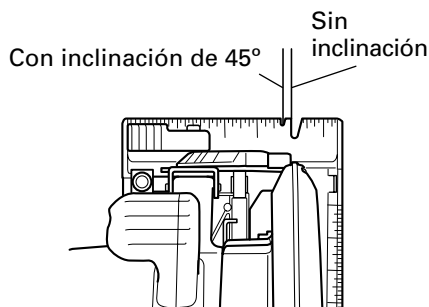

Fig. 15
1. Ponga el cuerpo de la sierra (base) en la madera, y, como se muestra en la Fig. 15, alinee la línea de corte con la cuchilla de la sierra, utilizando la ranura de la parte delantera de la base. Esta relación entre base y madera deberá permanecer inalterada independientemente de la inclinación de la base.
4. Incline la sierra hacia adelante y alinee la ranura (Fig. 15) con la línea guía premarcada.